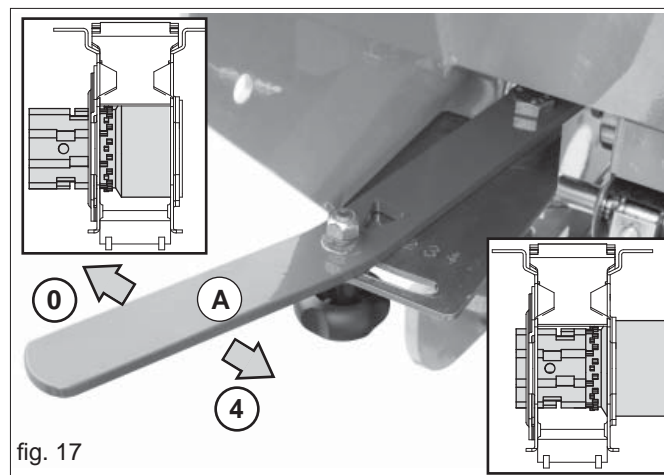

fig. 17
- 2) pârghia (Fig. 17) în poziția «A»;
Înainte de a începe semănatul, alegeți poziția cea mai potrivită a pârghiei de deschidere a rulourilor dozatoare (Fig. 17) în funcție de cantitatea de semințe de distribuit, conform indicațiilor din TABELUL DE DISTRIBUȚIE (pag. 15).
Reglarea deschiderii rulourilor dozatoare se face mutând pârghia (A, Fig. 17) dealungul tijeii între pozițiile 0 și 4.
- 6) În acest moment, este posibilă reglarea cantității de distribuit în modul cel mai optim, variind poziția manetei (A, Fig. 17).